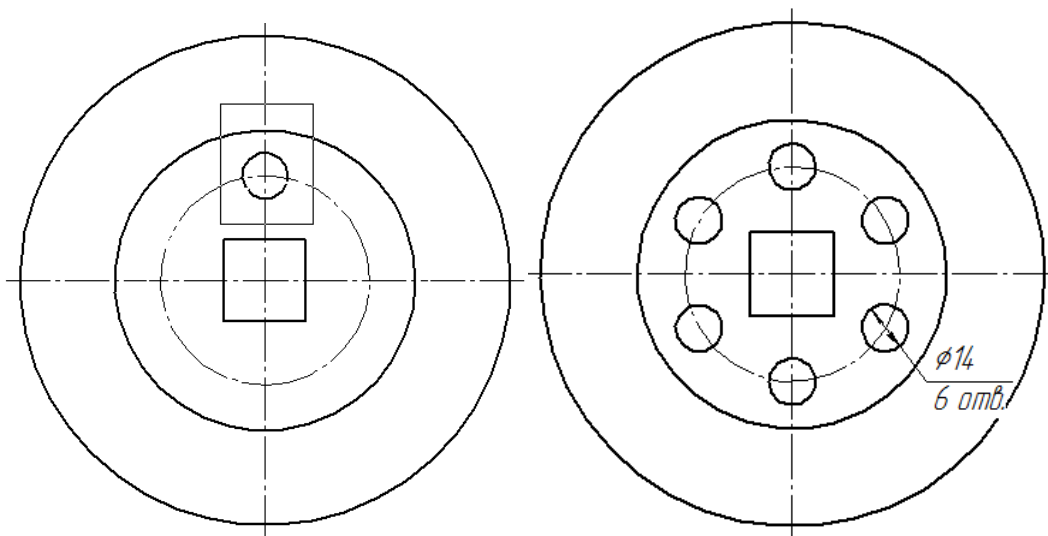

Рисунок 5.
5. На пересечении вертикальной осевой линии и окружности **Ø64мм** выполнить окружность **Ø14мм** (рисунок 5).
6. Выполнить 6 копий окружностей **Ø14мм**. Для этого выделите ее. Выберите на компактной панели **Редактирование** сделайте активной команду **Копия по окружности**, задайте количество копий – **6**, режим – **вдоль всей окружности**. Щелкните мышкой в центре квадрата (рисунок 5).